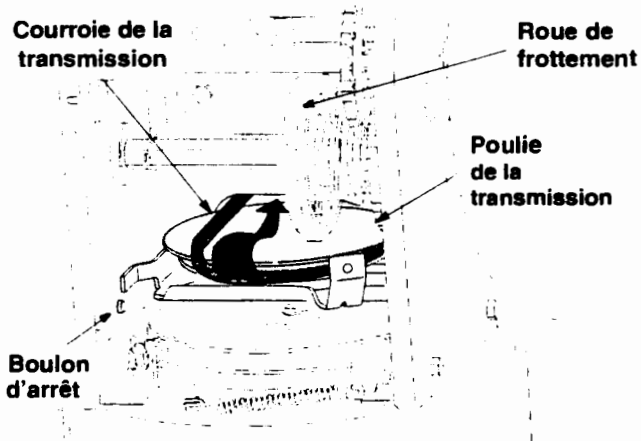

Figure 28
- Dévissez le boulon d'arrêt pour créer un espace suffisant entre le disque de la roue de frottement et la poulie de la transmission. Dégagez la courroie de la poulie de la transmission ainsi que du disque de la roue de frottement. Voir la Figure 28 .